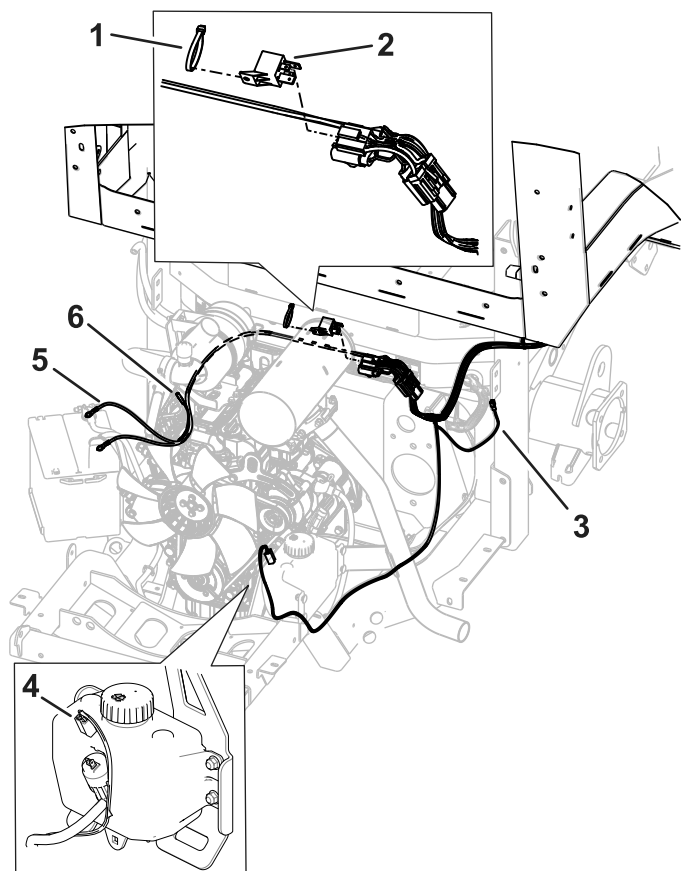

Figura 29
1. Enrute el arnés de cables por el bastidor de la máquina (Figura 29).
6. Instale el conector en el depósito de fluido (Figura 29).
7. Enchufe el conector indicado en la Figura 29 el arnés principal de la máquina.
1. Desconecte el arnés de cables que está sujeto a la máquina del arnés de cables que está sujeto a la cabina en la posición del relé (Figura 29).
2. Desconecte el conector que está conectado al arnés principal de la máquina (Figura 29).